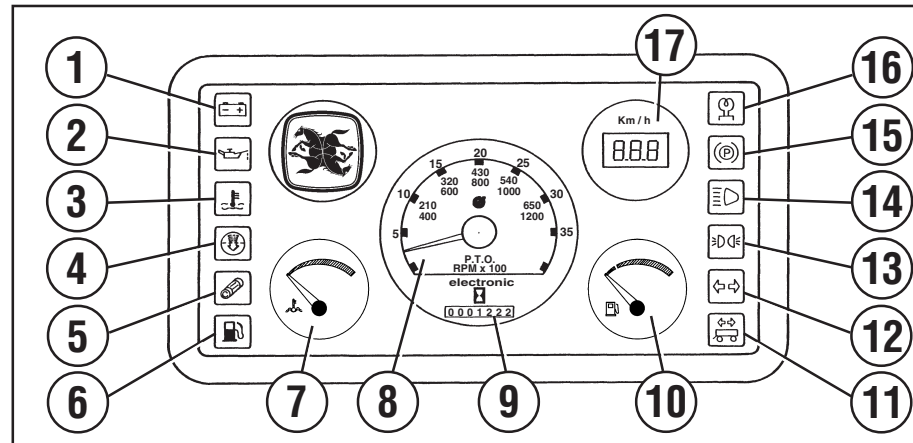

Abb. 18
- Schlüssel in das Zündschloß stecken und auf **1** drehen: es dürfen nur die Leuchte der unzureichenden Batterieladung (1 Abb. 18), die Öldruck- (2 Abb. 18) und die Vorwärmer-Kontrolleuchte (16 Abb. 18) aufleuchten;